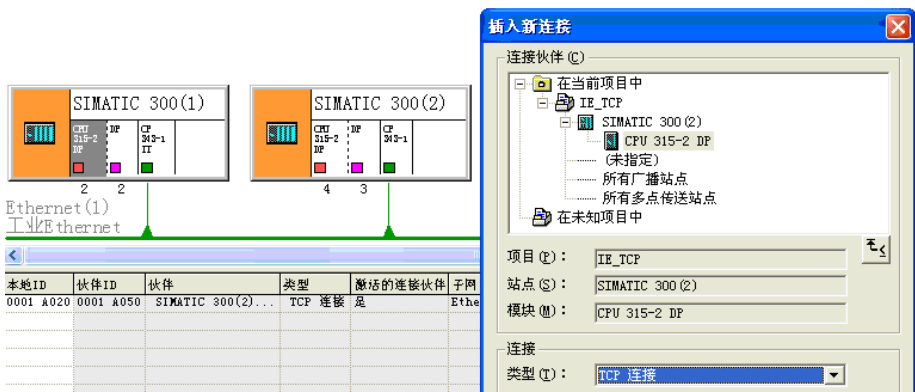

图 10-20 组态 TCP 连接
组态好两个 S7-300 站后，点击工具栏上的按钮，打开 NetPro 窗口，看到连接到以太网上的两个站(见图 10-20)。选中“SIMATIC 300 (1)”站点的 CPU 所在的小方框，在下面的窗口出现连接表，双击连接表第一行的空白处，建立一个新连接。在弹出的“插入新连接”对话框中，将“连接伙伴”设为与本站通信的 CPU 315-2DP，设置连接类型为“TCP 连接”。